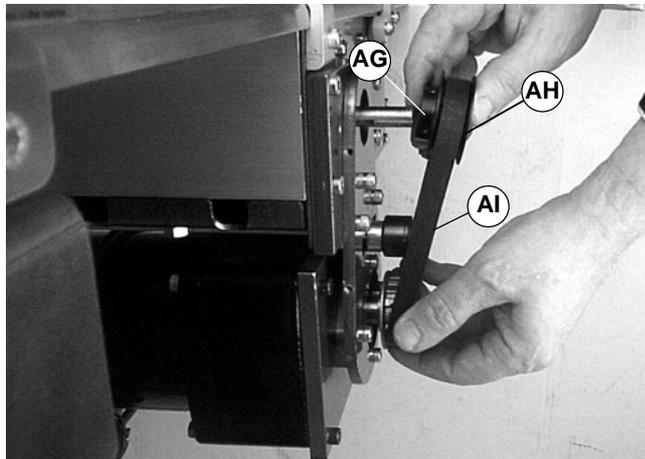

Abbildung 23
**HINWEIS:** Falls der Zahnriemen nicht über die Zahnscheibenflanke gleitet, die Madenschrauben der Abtriebszahnscheibe (AG siehe Abbildung 23) lösen, und Zahnscheibe (AH) samt Riemen abnehmen(AI).